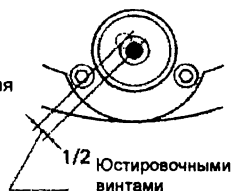

Рис. 7.3
- 4) Устраните оставшуюся половину смещения вращением юстировочных винтов круглого уровня с помощью шестигранного ключа (рис. 7.3).